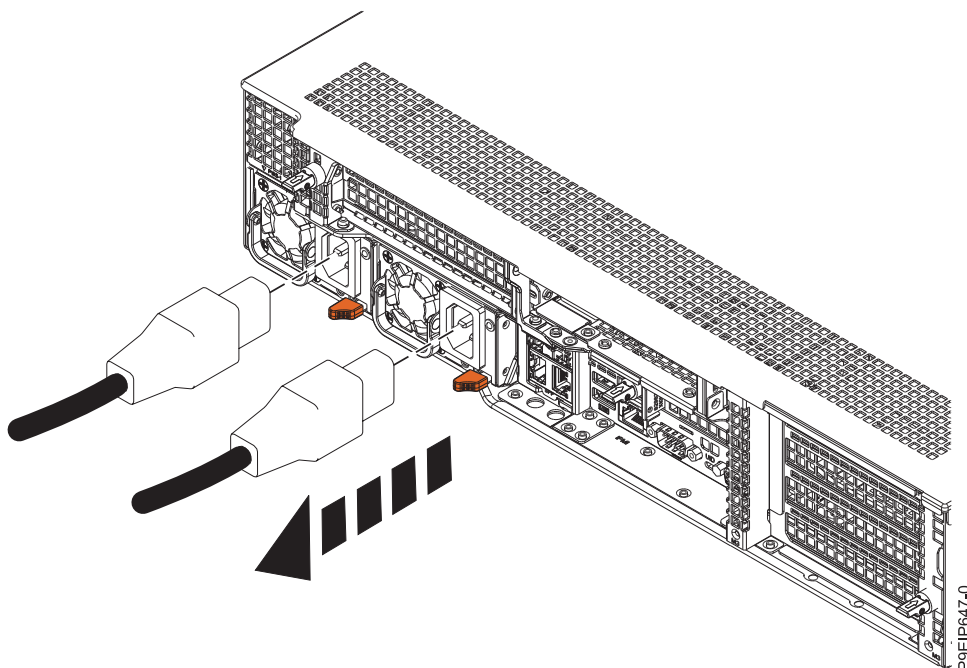

Figure 110. Retrait des cordons d'alimentation du système
2. Étiquetez et déconnectez les cordons d'alimentation du système comme indiqué dans la figure 110, à la page 114.